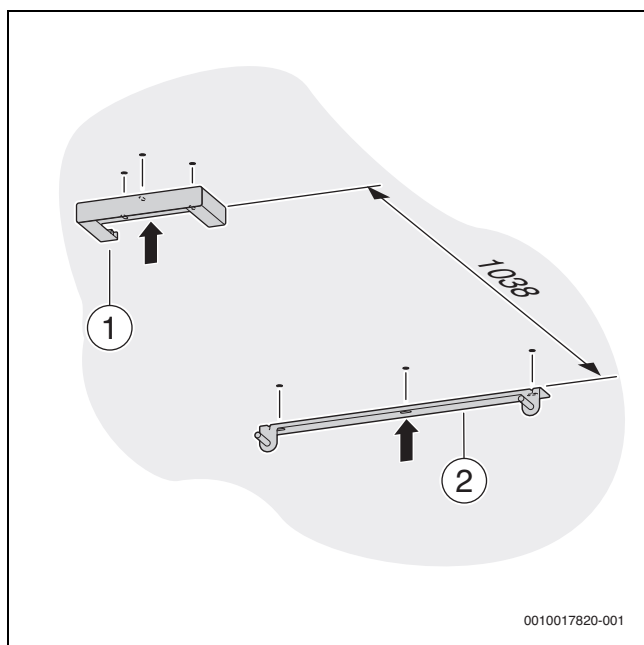

Fig. 14 Installare l'elemento e la guida di aggancio
- Verificare la distanza tra l'elemento di aggancio e la guida di aggancio (1038 mm dal bordo inferiore dell'elemento di aggancio fino al bordo superiore della guida di aggancio → fig. 14).